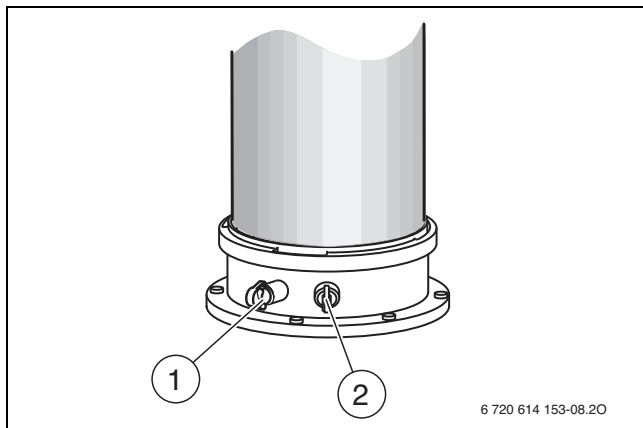

Bild 7 Abgasmessstutzen und Verbrennungsluft-Messstutzen
- ▶ Stopfen am Verbrennungsluft-Messstutzen (→ Bild 7, [2]) entfernen.
- ▶ Stopfen am Abgasmessstutzen (→ Bild 7, [1]) entfernen.